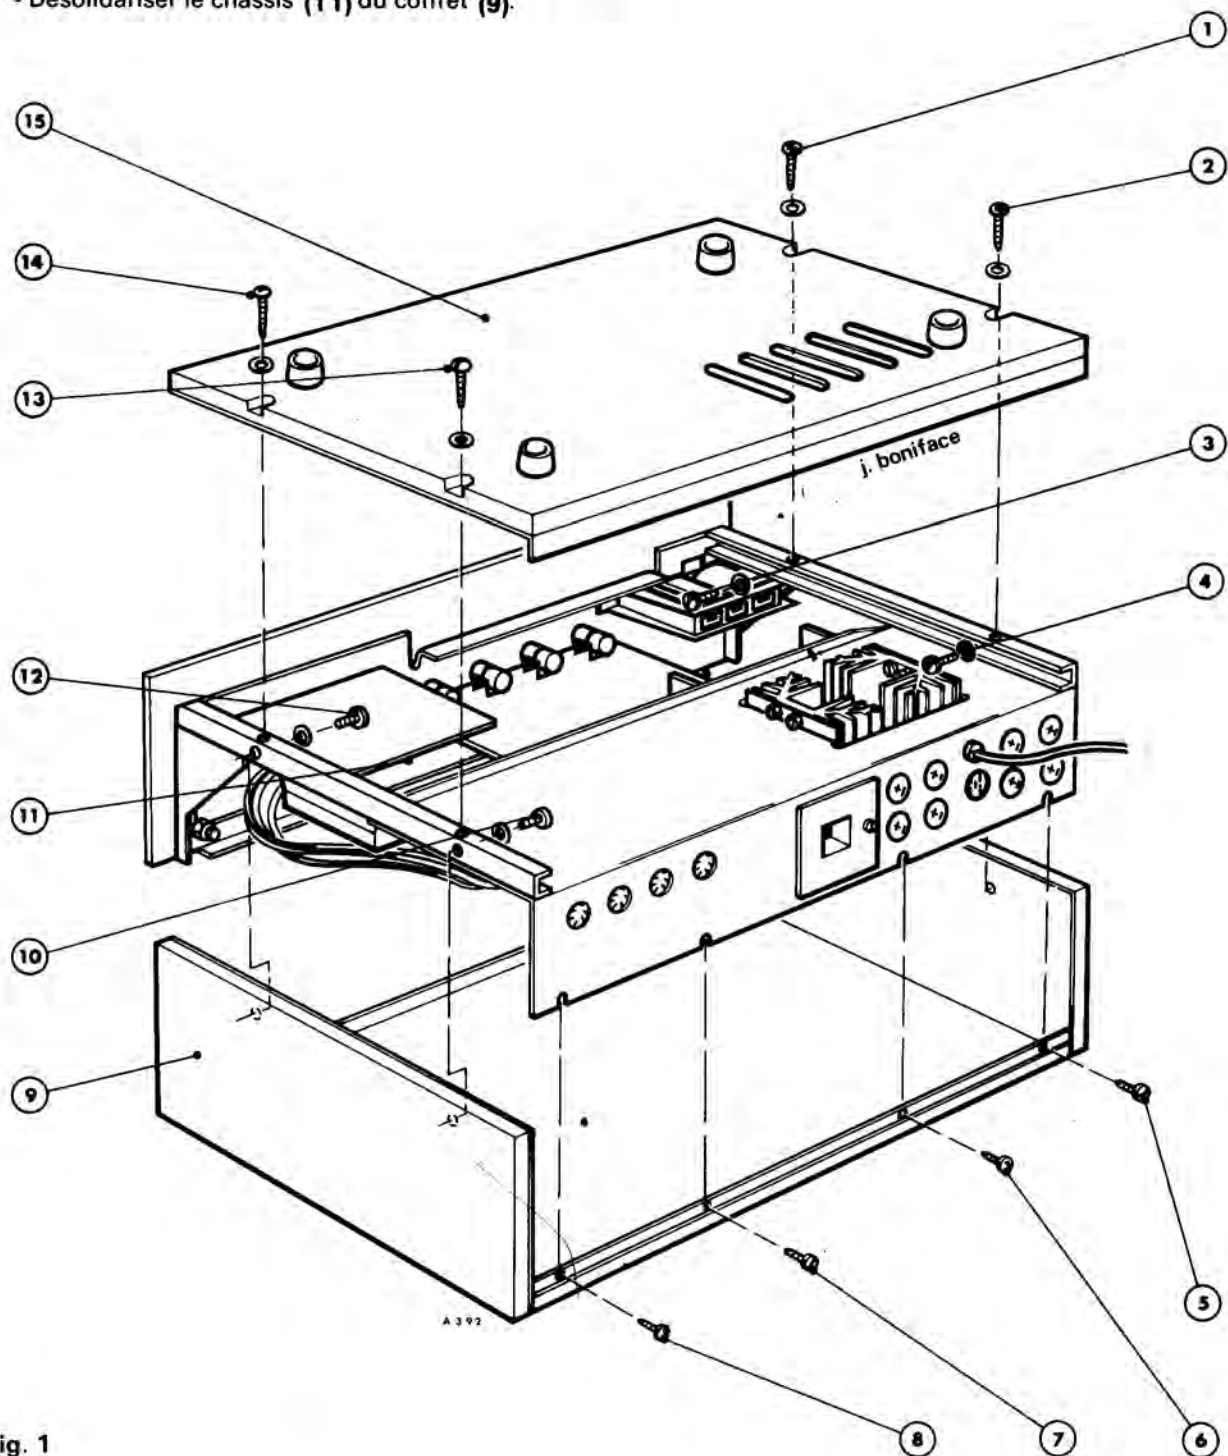

Fig. 1
### A - ACCES A LA PLATINE « PREAMPLIFICATION-COMMUTATION » COTE SOUDURES ET A LA PLATINE « AMPLIFICATION ET CORRECTION » COTE ELEMENTS (Fig. 1)
- 1° - Tourner l'appareil comme indiqué à la figure 1.
- 2° - Enlever les vis et les rondelles (1), (2), (13) et (14).
- 3° - Retirer le fond (15) de l'appareil ; les circuits imprimés sont alors accessibles.
### B - ACCES AUX PLATINES « AMPLIFICATION DE PUISSANCE » ET A LA PLATINE ALIMENTATION (Fig. 1)